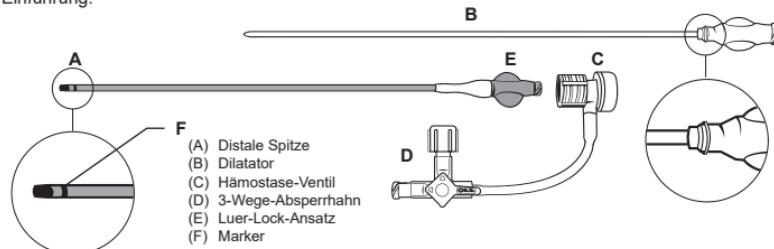
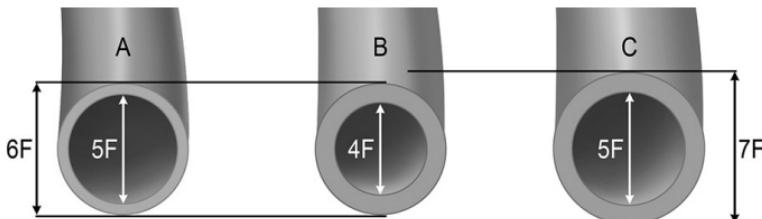

Abbildung 1
Abbildung 2: Das dünnwandige Design (A) der 5F-Schleuse HALO ONE™ im Vergleich zu Standardschleusen der Größen 4F (B) und 5F (C)
Die dünnwandige Führungsschleuse HALO ONE™ verfügt über einen dünnwandigen Schaft (bis zu 1F kleinerer Durchmesser als Standardschleusen vergleichbarer French-Größe) aus geflochtenem Einzellumenschlauch, einen Luer-Lock-Buchsenanschluss am proximalen Ende und eine geformte atraumatische distale Spitze (A) (Abbildung 1). Das dünnwandige Design verringert die Wanddicke der Schleuse und vereinfacht so den intravaskulären Zugang. Unter anderem wird der radiale, femorale, popliteale, tibiale und pedale Zugang erleichtert. (Abbildung 2).